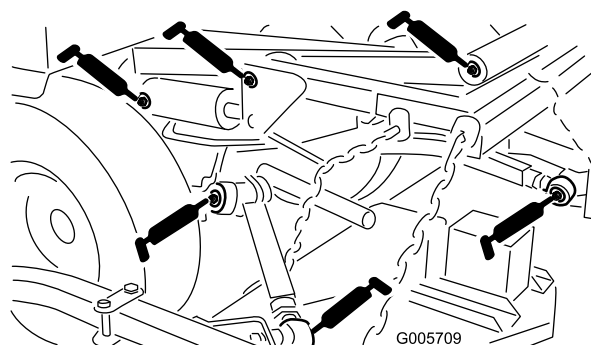

Figura 35
- Eixo da tomada de força e rótulas de engate (3) (Figura 35)
- Articulações do braço de elevação (Figura 35)
- Rótulas esféricas do braço direito e esquerdo (Figura 35)